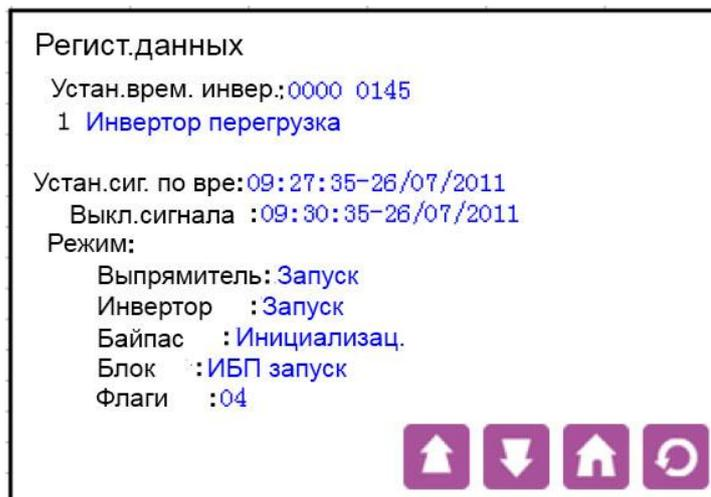

Рисунок 5.5 Регистрация данных
5.3.5 Меню регистрации данных (экран меню 5.0) рис.5.5